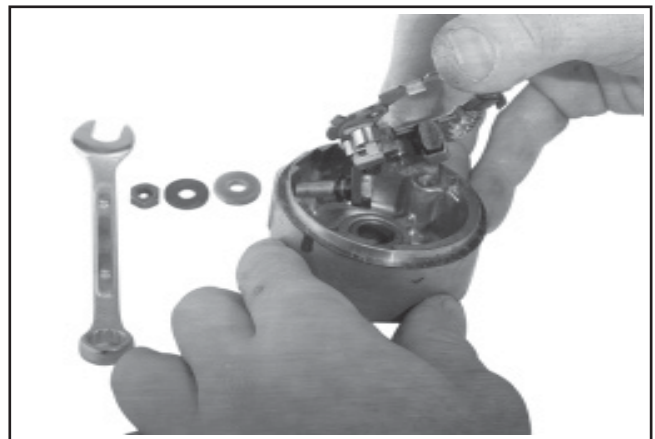

Figure 8-43. Retirer la plaque à balais.
1. Retirer le contre-écrou inférieur, la rondelle en métal, la rondelle isolante et le joint torique depuis la borne positive (+). Enfoncer la borne vers l'intérieur avec précaution pour séparer l'ensemble de la plaque à balais du capuchon d'extrémité. Voir la figure 8-43.